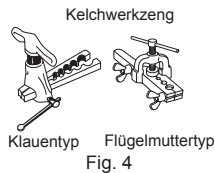
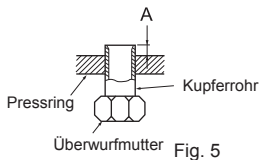

Fig. 4
Fig. 5
- Führen Sie den Ablaufschlauch in die Ablassmulde hinten rechts an dem Innengerät ein. (Fig. 4)
- Führen Sie den Ablaufschlauch durch die Wanddurchbruchhülse (C) und haken Sie den oberen Teil des Innengeräts an der Montagetraverse (1) ein. Bewegen Sie das Innengerät dann vollständig nach links, damit Sie die Verrohrung einfacher an der Rückseite des Geräts anbringen können.
- Schneiden Sie ein Stück Karton aus der Versandverpackung, rollen Sie dieses und haken Sie es an der Rückseite fest. Verwenden Sie die Kartonrolle als Abstandshalter beim Heben des Innengeräts. (Fig. 5)
- Verbinden Sie die Kältemittelleitung mit dem Verlängerungsrohr (B).
- Schieben Sie den unteren Teil des Innengeräts in die Montagetraverse (1).
- Kelchen (Fig. 4, 5). Achten Sie darauf, dass das Kupferrohr die in der Tabelle angegebenen Abmessungen einhält. Wählen Sie A mm aus der Tabelle in Übereinstimmung mit dem verwendeten Werkzeug.